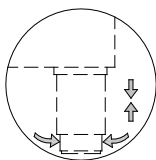

Figure 1
- Placez les réfrigérateur sur une surface plane (utiliser les pieds réglables) (Fig. 1)